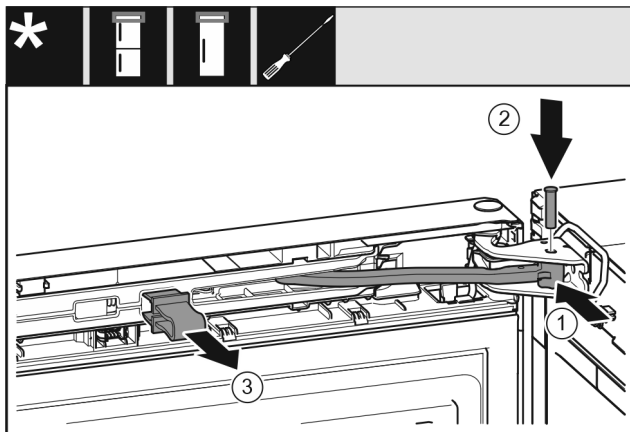

Fig. 24
- ▶ Tourner l'articulation dans le support de palier. Fig. 24 (1)
- ▶ Introduire le boulon dans le support de palier et l'articulation. Veiller à ce que l'ergot d'encliquetage repose correctement dans la rainure. Fig. 24 (2)
- ▶ Enlever l'arrêtoir. Fig. 24 (3)